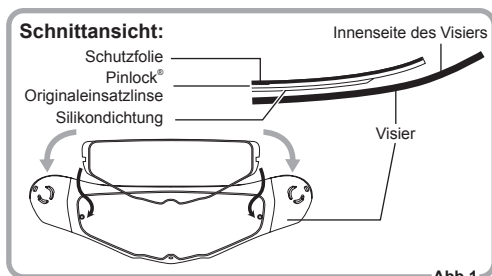

Abb.1
1. Drücken Sie die Seite mit der Silikondichtung der Pinlock® Originaleinsatzlinse auf die Innenseite des Visiers, ohne die Schutzfolie von der Linse abzuziehen. Drücken Sie gleichzeitig die Pinlock® Originaleinsatzlinse gegen die Innenseite des Visiers, indem Sie sie in die Exzenterstifte einrasten lassen. (Abb. 1 und 2)